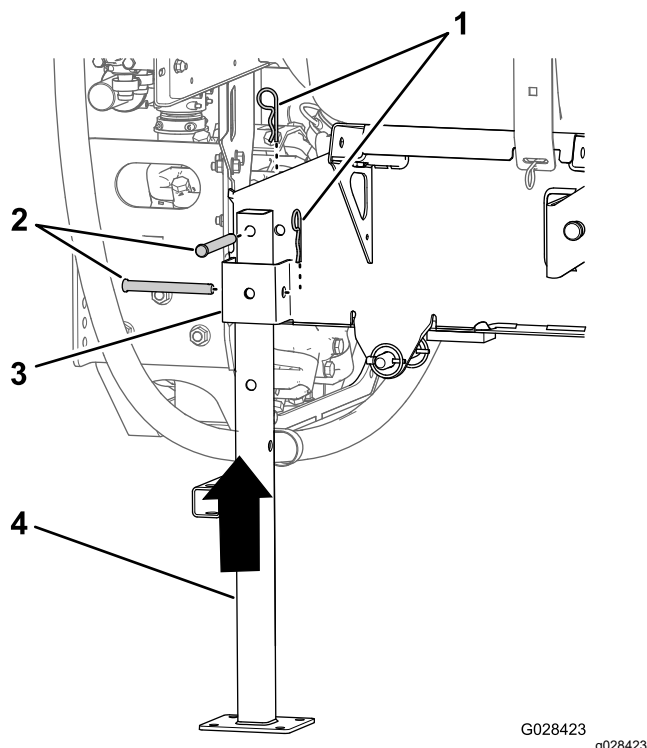

Figura 136
5. Alinhe o macaco traseiro com o recetor do macaco traseiro (Figura 136).
6. Alinhe o furo na parte superior do macaco com o furo na estrutura do patim do depósito (Figura 136).
7. Prenda o macaco ao recetor e estrutura com dois passadores de forquilha (1/2 x 4-1/2 pol.) e dois pernos de gancho (5/32 x 2-5/8 pol.) como se mostra na Figura 136.